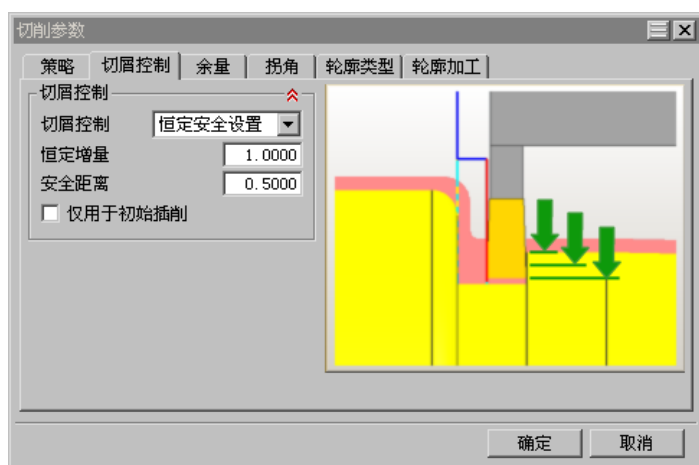

图 9.41 “切屑控制”选项卡
Step3. 在“切削参数”对话框中选择切屑控制选项卡，设置图 9.41 所示的参数。